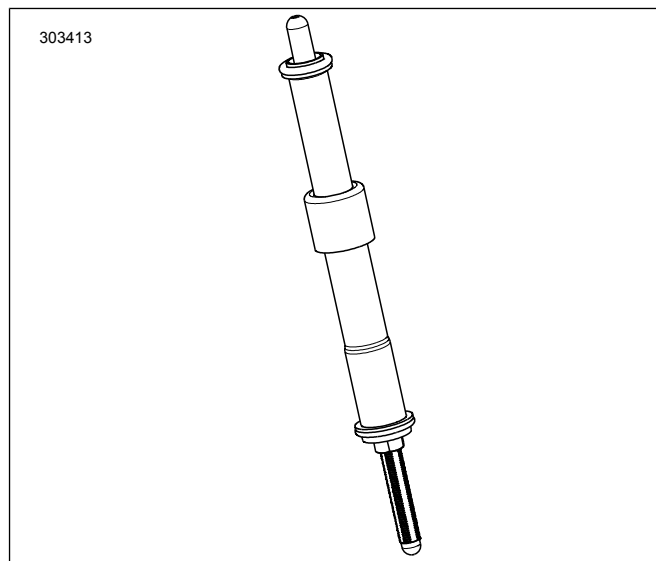

Figura 2. Haste de impulsão instalada na cobertura da haste de impulsão
7. Ver a Figura 2. Instale as hastes das válvulas de admissão nas tampas das hastes.